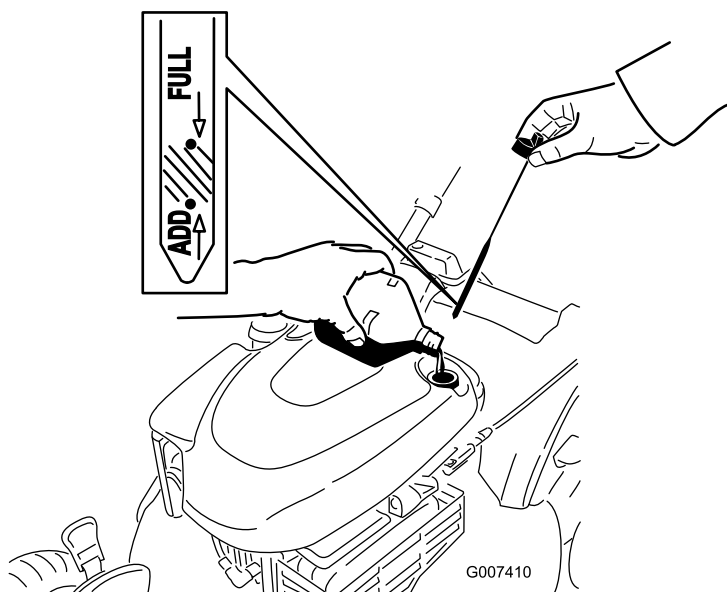

Figura 7
2. Rimuovete l'asta di livello (Figura 7) e versate nel tubo di riempimento una quantità d'olio pari a circa 3/4 della capacità del carter.
5. Rimuovete l'asta di livello e controllate il livello dell'olio sulla stessa; vedere Figura 7.
- Se il livello dell'olio è troppo basso, aggiungete lentamente una piccola quantità di olio nel relativo tubo di riempimento, quindi ripetete le fasi da 3 a 5 fino a raggiungere il livello corretto mostrato in Figura 7.